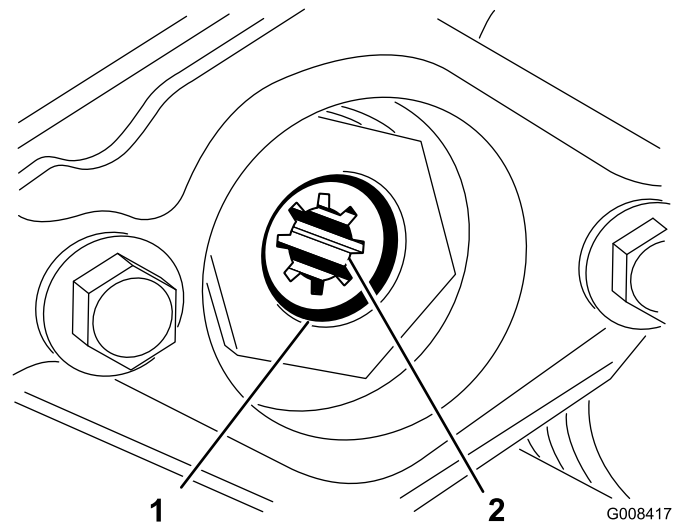

Bild 15
- 3. Inbusschraube (2)
D. Nehmen Sie den Sprengring ab, mit dem die Antriebskupplung im Spindelrohr befestigt ist (Bild 15). Nehmen Sie die Antriebskupplung ab.